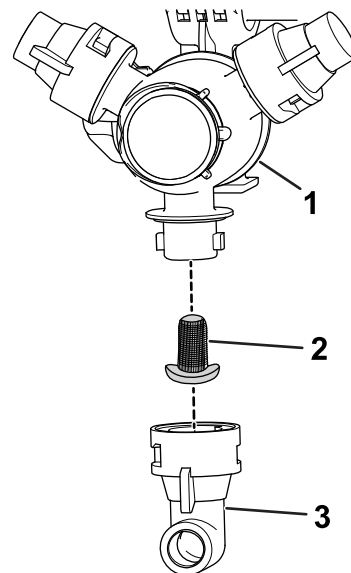

Bild 57
2. Nehmen Sie die Düse vom Sprühdrehkreuz ab (Bild 57).
3. Entfernen Sie den Düsenfilter (Bild 57).
5. Setzen Sie den Düsenfilter ein (Bild 57).
6. Setzen Sie die Düse auf das Sprühdrehkreuz auf (Bild 57).